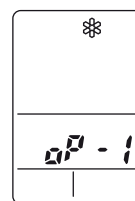

Fig. 59b
- d) L'indicazione  appare e quella "oP-1" lampeggia nell'area di visualizzazione dell'orologio del telecomando. (Fig. 59b)